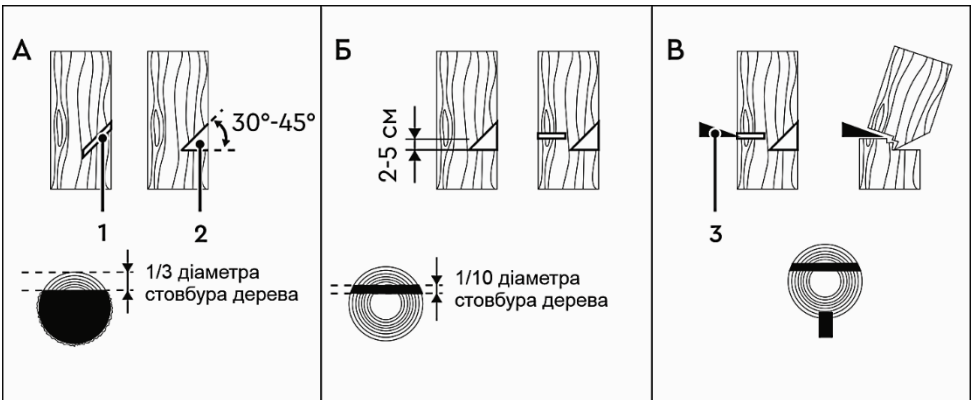

Рисунок 6
4.7.4 Виконання пропилів (рисунок 6)
Почніть пилити дерево з того боку куди воно має впасти (1, рисунок 6-А).
Зробіть клиновидний пропили (2, рисунок 6-А) під кутом 30°-45°, глибина якого приблизно дорівнює 1/3 від товщини стовбура.
Валочний розпил (рисунок 6-Б) зробіть із протилежного боку від клиновидного пропили, помістивши зубчастий упор пили на стовбур на 2-5 см вище нижнього краю клиновидного пропили. Завершіть пиляння тоді, коли до внутрішнього краю клиновидного пропили залишаться
Частина стовбура, яка залишилася непропиляною, буде направляти його в необхідний бік. Коли дерево почне падати, зупиніть роботу пили та негайно відійдіть у безпечну зону. Якщо дерево не почало падати, необхідно забити клин (3, рисунок 6-В), після чого дерево почне падати в сторону клиновидного пропилу.